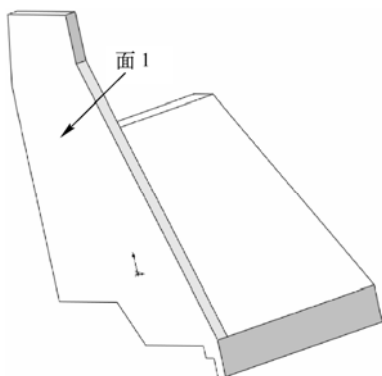
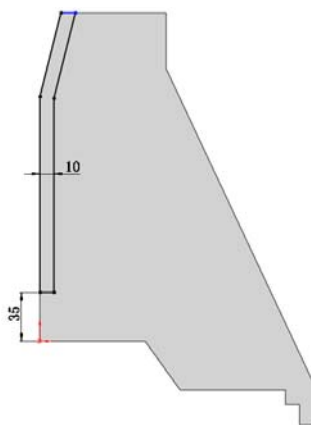

图 13-150 拉伸实体 2
图 13-151 绘制草图 3
(6) 拉伸实体 2。选择菜单栏中的“插入”→“凸台/基体”→“拉伸”命令，或者单击“特征”工具栏中的（拉伸凸台/基体）按钮，此时系统弹出如图 13-149 所示的“凸台-拉伸”属性管理器。设置拉伸终止条件为“给定深度”，输入拉伸距离为“10 mm”，单击（反向）按钮，使拉伸方向朝里，然后单击（确定）按钮，结果如图 13-150 所示。
(7) 绘制草图 3。在视图中用鼠标选择如图 13-150 所示的面 1 作为绘制图形的基准面。单击“草图”工具栏中的  (直线) 按钮，绘制并标注草图如图 13-151 所示。